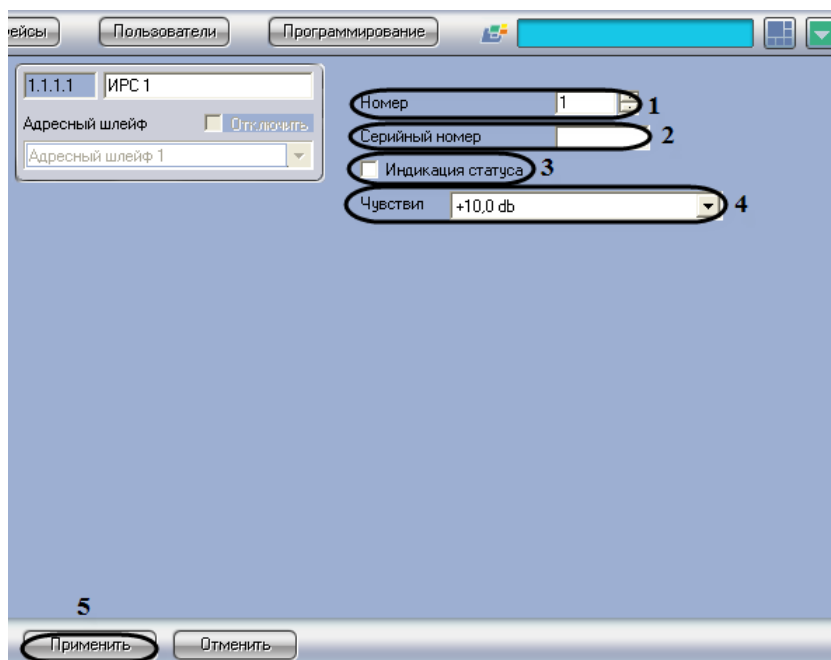

Рис. 3.5—6 Панель настроек объекта ИРС
2. В поле **Номер** необходимо с помощью кнопок **вверх-вниз** ввести порядковый номер в списке устройств (см. Рис. 3.5—6, 1).
3. В поле **Серийный номер** необходимо ввести серийный номер устройства (см. Рис. 3.5—6, 2).